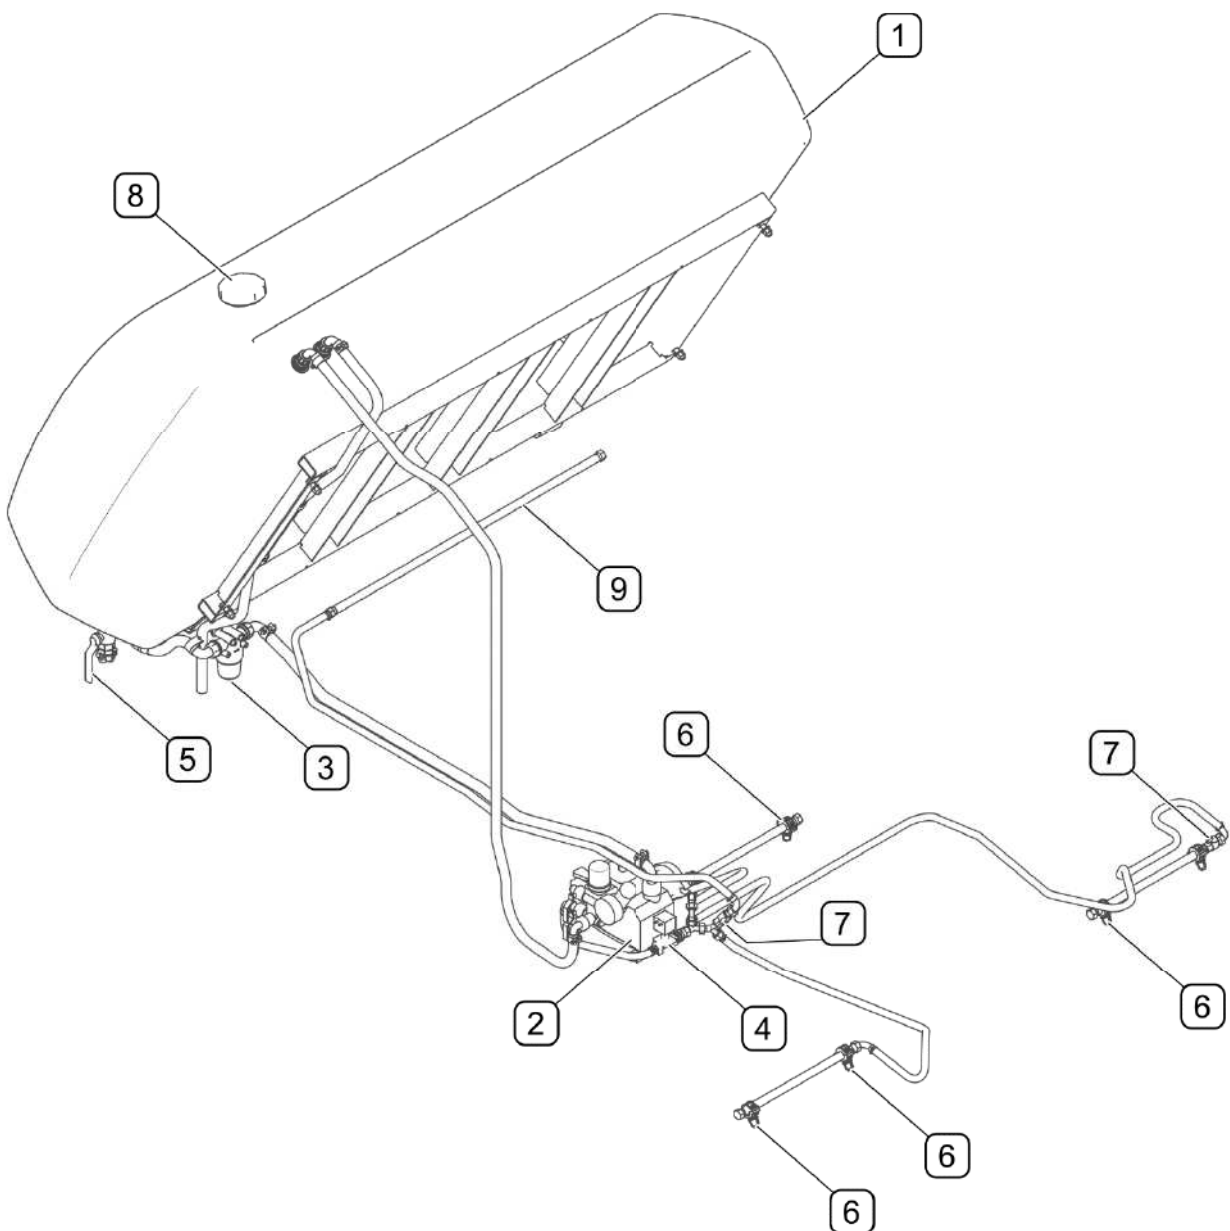

РИСУНОК 3.7 Устройство системы полива
(1) - рукоятка тормозного механизма; (2) - трос; (3) - направляющие ролики
Система полива (РИСУНОК 3.7) уменьшает образование пыли во время работы машины. Главными элементами системы полива являются бак для воды (1) и насос (2). Поливатели (6) и поливная балка (9) располагаются перед щетками и над транспортером. Часть поливателей можно выключить при помощи клапанов (7). Включение и выключение системы полива осуществляется с пульта управления при помощи электромагнитного клапана (4).